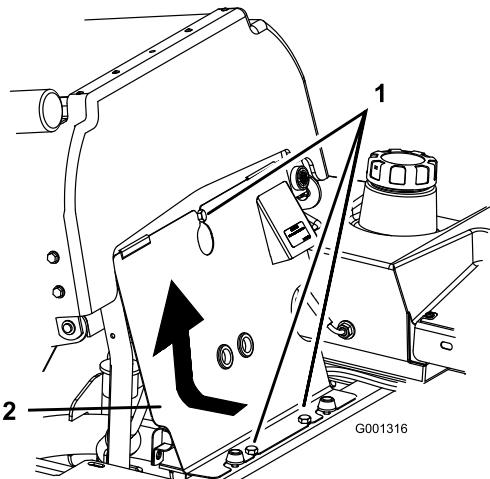

Figura 61
3. Inclinete il sedile in avanti, allentate i bulloni e togliete il pannello anteriore del motore (Figura 61).